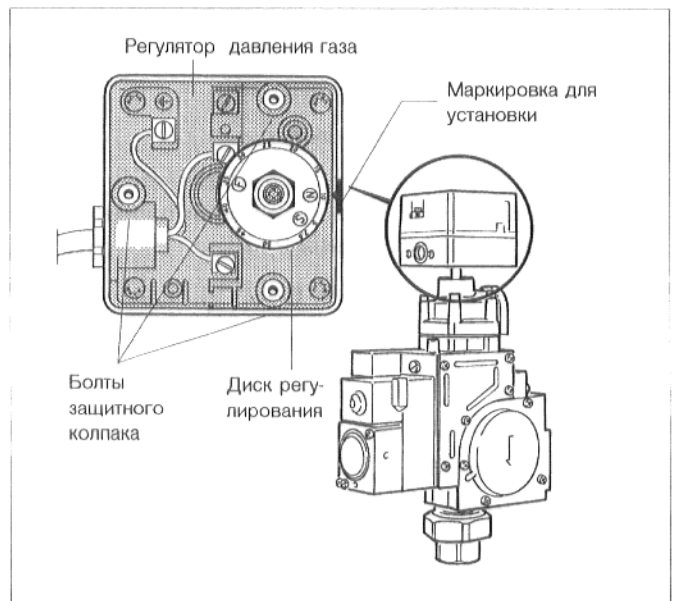

Рис. 29. Регулятор давления газа у "Honeywell" VR4905
- ★ Произвести демонтаж защитного колпака регулятора давления газа, ослабив три болта (рис. 29).
N = природный газ, F = сжиженный газ, S* = бытовой газ (рис. 29)